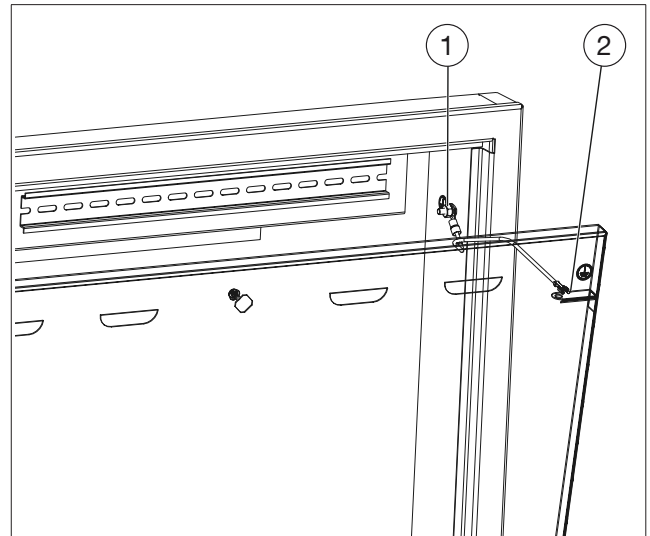

Abb. 8: Erdung der Tür
1. Verbinden Sie den zentralen Erdungspunkt (siehe Abb. 8 auf Seite 9 (1)) über ein Kabel mit der Potentialausgleichsschiene des Gebäudes.
i Der zentrale Erdungspunkt befindet sich an der rechten Seitenwand des Aufputzschrankes (siehe Abb. 8 auf Seite 9).
2. Verbinden Sie ebenfalls den Erdungspunkt der Tür (siehe Abb. 8 auf Seite 9 (2)) mit dem zentralen Erdungspunkt (1).